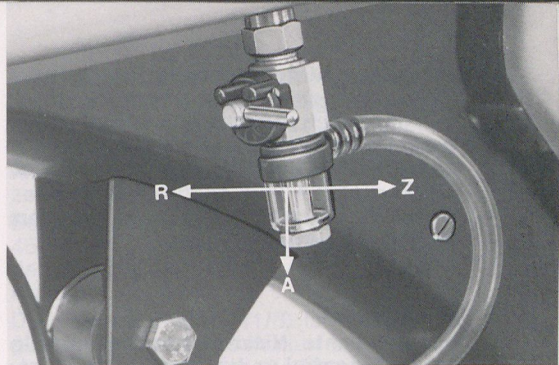

Bild 6
- 16 = Kraftstoffhahn (verdeckt, s. Bild 6)
### Kraftstoffhahn (Bild 6)
Kraftstoffhahn (Bild 6) schließen (Stellung Z). Zündung durch Zünd-/Lichtschalter (1/3) unterbrechen. (Siehe Zündschloß.)